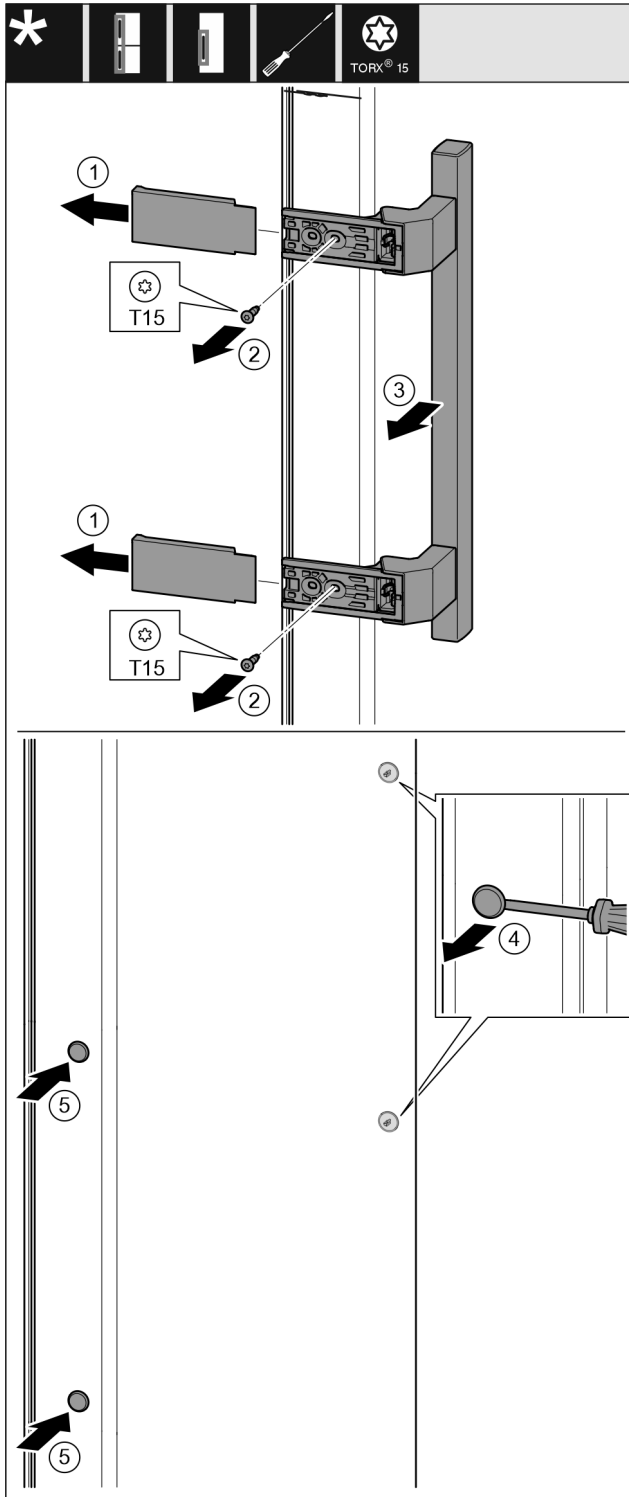

Fig. 20
- ▶ Retirer le cache. Fig. 20 (1)
- ▶ Desserrer les vis avec le tournevis T15. Fig. 20 (2)
- ▶ Déposer la poignée. Fig. 20 (3)
- ▶ Soulever délicatement le bouchon latéral avec un tournevis plat et le sortir. Fig. 20 (4)
- ▶ Remettre en place le bouchon de l'autre côté. Fig. 20 (5)